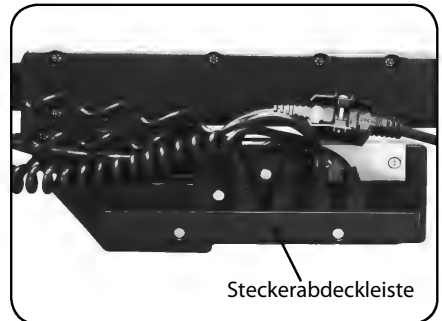

Abb. 6.2.06 - Steuerung mit Steckerabdeckleiste
- Schrauben Sie die Steckerabdeckleiste an der Steuerung an (Abbildung 6.2.06).